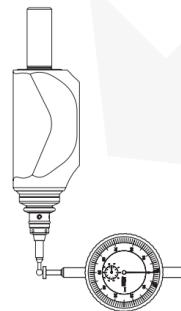

Abb. 4
- Stellen Sie die Anzeige auf Null (Abb. 4).